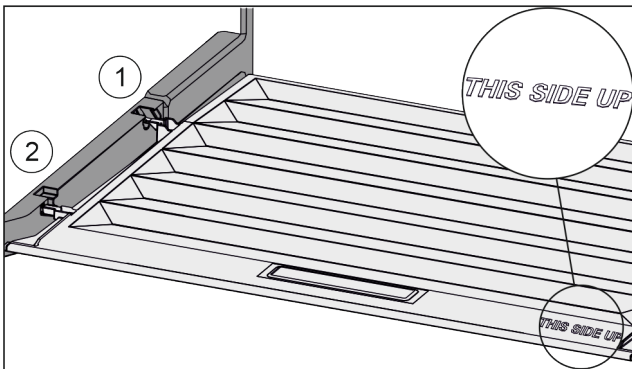

Fig. 151
- ▶ Пъхнете шийките на капака през отвора в задния държач Fig. 151 (1) и фиксирайте отпред в държача Fig. 151 (2).